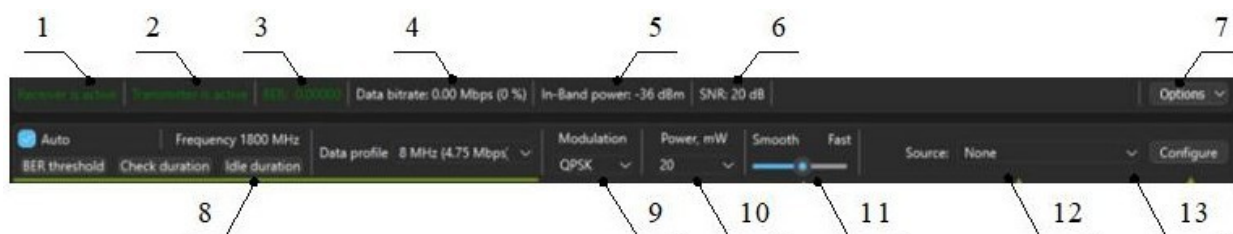

Рисунок 58. Меню VLinkApp 1.5.0
- поле Receiver стало зеленым и отображает статус «Receiver is active» 1 (рис. 58);